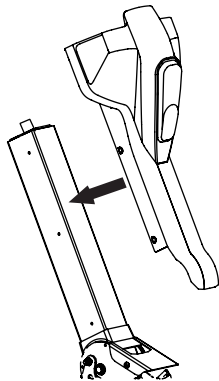
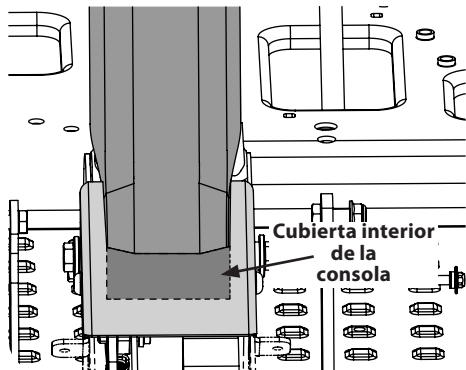

Figura 2-5
Figura 2-6
2. Deslice la consola hacia el interior de la columna de dirección con el mazo de cables metido detrás de la consola. Asegúrese de que la porción inferior de la consola esté dentro de la cubierta inferior de la columna. Consulte la Figura 2-5 y la Figura 2-6.